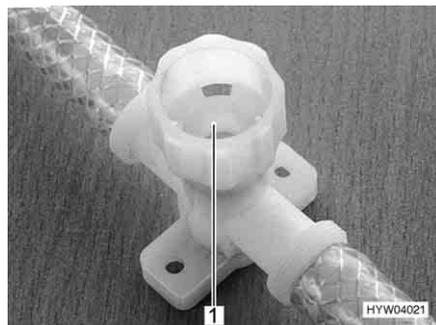

Fig. 144 Llave de desagüe para calentador Therme
- Cerrar todas las llaves de desagüe. Para ello, girar los capuchones (Fig. 144,1) en sentido de las agujas del reloj.
- Abrir todas las llaves de desagüe del calentador Therme. Para ello, girar los capuchones (Fig. 144,1) en sentido contrario a las agujas del reloj.